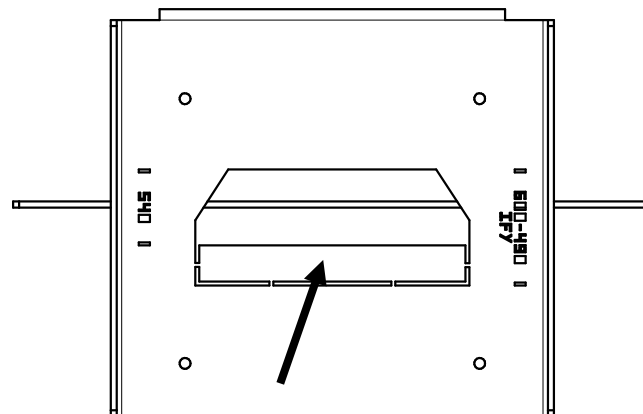

Figura 2
La cantidad de tacos a utilizar depende del tipo de soporte en el que se instala el insertable para chimenea; siga la plantilla de perforación indicada en la figura 2. Si el soporte no fuera compacto, se aconseja rehacerlo de hormigón en modo de fijar la base de manera estable.
- 2) Fije fuertemente el pedestal al suelo con tacos expansibles de acero de D.10 mm. Se aconseja vivamente controlar que el suelo donde se fijan los tacos sea compacto y adecuado para sostener la eventual tracción dada por la extracción del insertable para chimenea y luego proceda a ensamblar la base fija al pedestal (figura 2).
- Vuelva a ensamblar la tarjeta X, precedentemente desmontada, al soporte B conectando primero el cable del panel de mandos a la tarjeta misma, fije los 4 tornillos Y y proceda a la fijación del panel frontal de mandos completo a la pared de soporte (figura 2).
Es posible canalizar el flujo de aire caliente en las canalizaciones para llevarlo a otros cuartos. Para canalizar el insertable para chimenea es necesario instalar el collarín C con los tornillos A en el estribo correspondiente (figura 2).